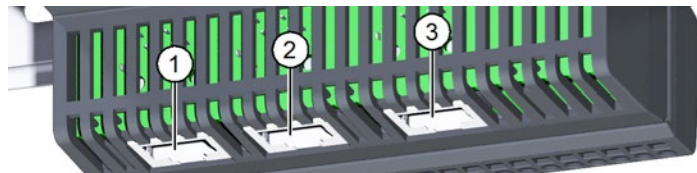

Abb. 4: Ethernet-Schnittstellen am CUB100-Modul
- ETH-0.1 (Pos. 1 in Abb. 4)
- ETH-0.2 (Pos. 2 in Abb. 4)
- ETH-1 (Pos. 3 in Abb. 4)
- ▶ Schließen Sie die Ethernet-Schnittstellen (siehe Abb. 4) gemäß Ihrer geplanten Topologie an.